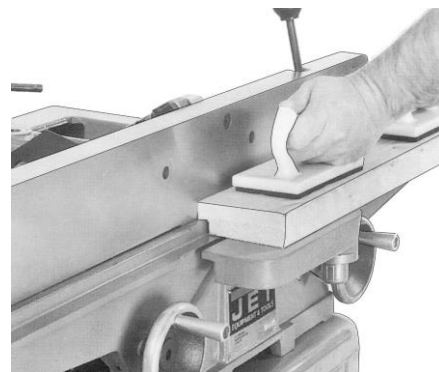

Рис. 24
4. Снова подключите питание. Проще и безопаснее сделать серию неглубоких надрезов. Опускайте подающий стол на 0,80 мм (1/32 дюйма) и делайте последовательные надрезы, пока не получите желаемую глубину фальца. См. рис. 24.